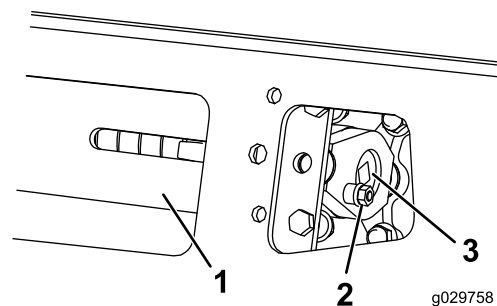
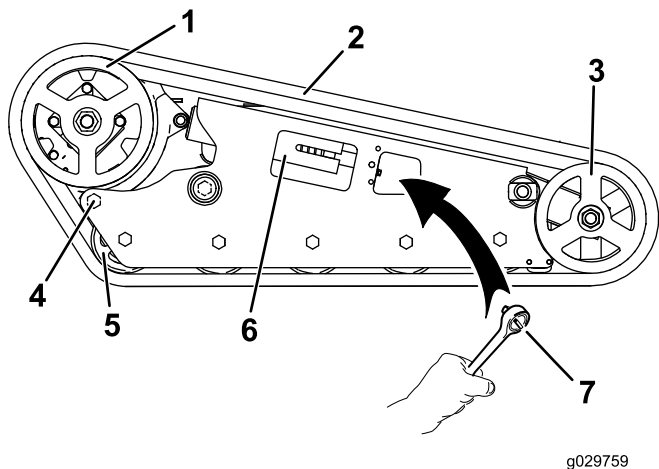

Figura 55
Figura 56
3. Retire el perno de bloqueo y la tuerca (Figura 55).
5. Alinee la muesca más próxima del tornillo tensor con el taladro del perno de bloqueo, y fije el tornillo con el perno de bloqueo y la tuerca (Figura 55).
3. Usando una llave de 1/2", alivie la tensión en la oruga girando el tornillo tensor en el sentido de las agujas del reloj (Figura 55 y Figura 56).
4. Afloje el perno trasero, cerca de la rueda motriz (Figura 56).
6. Cuando haya retirado la oruga de la rueda delantera, retírela del piñón de arrastre y de las ruedas de rodaje (Figura 56).
7. Empezando en el piñón de arrastre, pase la oruga nueva alrededor del piñón, asegurándose de que los dientes de la oruga encajen entre los espaciadores del piñón (Figura 56).
8. Empuje la oruga por debajo de y entre las ruedas de rodaje (Figura 56).